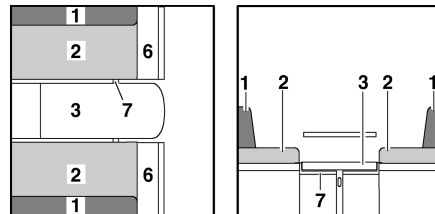

Bild 103 Während des Umbaus
- Sitzbankverlängerung (Bild 103,6) nach oben klappen und mit Klappe verkeilen.